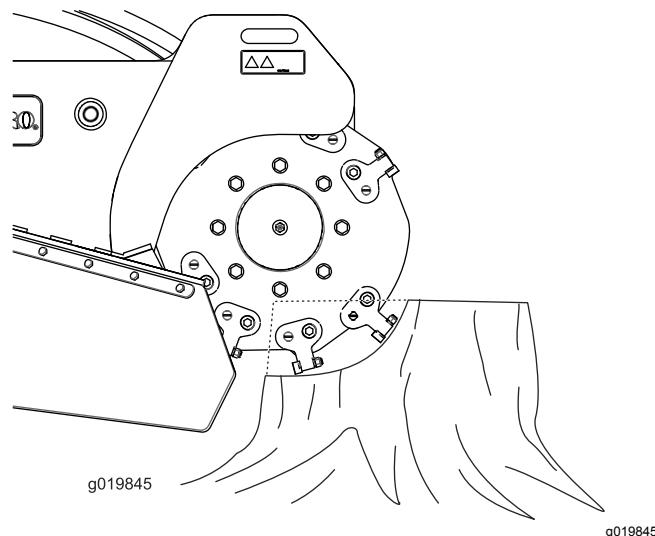

Figura 20
2. Utilize a alavanca do controlo do triturador e o controlo da tração para posicionar o triturador na lateral da parte da frente do tronco, cerca de 2 cm abaixo da superfície (Figura 20).
4. Utilize a alavanca de controlo do triturador para girar o triturador lentamente na face do tronco, cortando lascas (Figura 20).